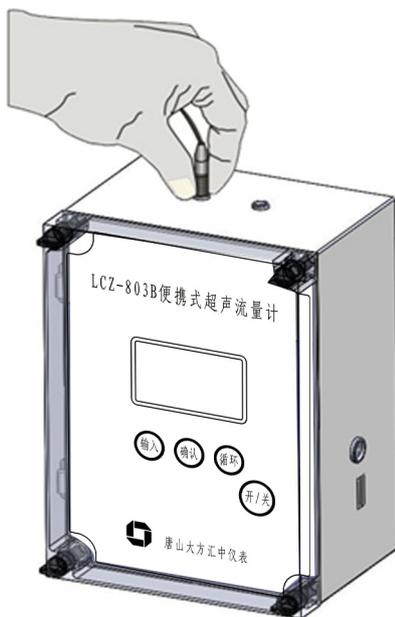

图2-77 换能器拆卸
(3) 当需要拔掉换能器时，请用手指捏住换能器插头的防滑位置，并向上提起。此时换能器插头被解除锁紧，能够从换能器接口中拔出。如图2-77所示：